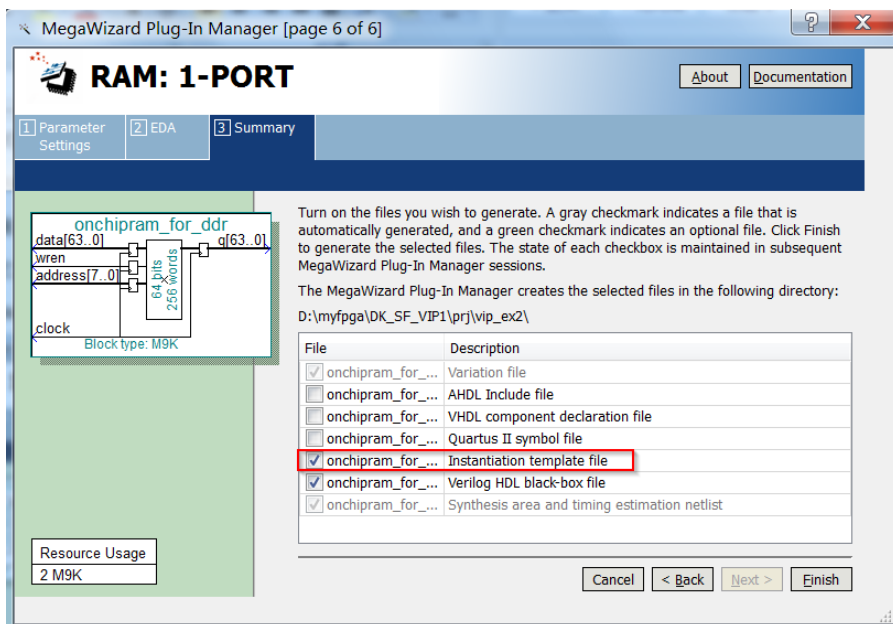

图 7 RAM 配置 Summary 页面
- ⑧ 最后，在 “Summary” 页面中，如图 7 所示，勾选上 “onchipram_for_dds_inst.v” 文件所在选项。点击 “Finish” 完成设置。